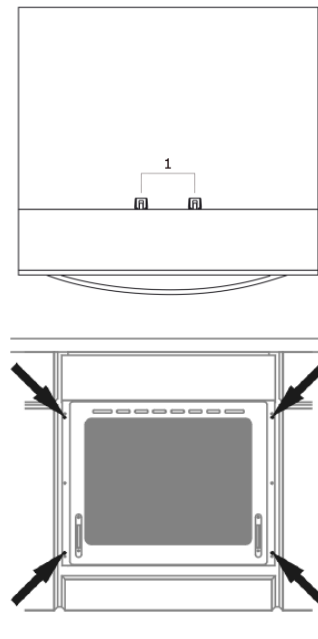

Abbildung 11 Backofen in die Nische fixieren
- Den Backofen vollständig in den Umbauschrank schieben. Mit vier Schrauben an den auf der Skizze Abb.11 dargestellten Stellen in dieser Position sichern.
- alle 4 Befestigungsschrauben lösen Abb.11